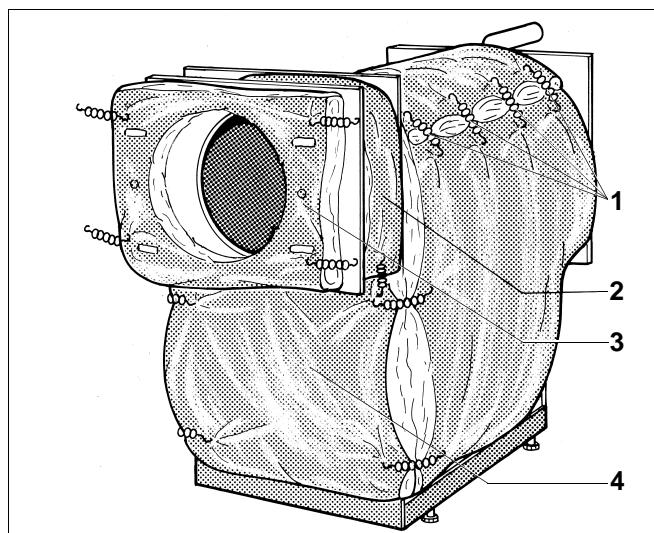

Abb. 5 Wärmeschutz befestigen
- Wärmeschutzmatten überlappend um den Kesselkörper legen und mit 4 Spannfedern (Abb. 5, **Pos. 1**) befestigen.
- Obere Vorderwandwärmeschutzmatte (Abb. 5, **Pos. 3**) mit den Schlitzfenstern in die Scharnierkloben einhängen.
- Untere Vorderwandwärmeschutzmatte (Abb. 5, **Pos. 4**) anlegen und mit 4 Spannfedern an Umfangwärmeschutz befestigen (Abb. 5).
- Wärmeschutzstreifen (Abb. 5, **Pos. 2**) oben um den Kesselmantelring legen und mit 2 Spannfedern rechts und links an unterer Wärmeschutzmatte befestigen (Abb. 5).
- Obere Vorderwandwärmeschutzmatte (Abb. 5, **Pos. 3**) mit 4 Spannfedern am Wärmeschutzstreifen (Abb. 5, **Pos. 2**) befestigen.